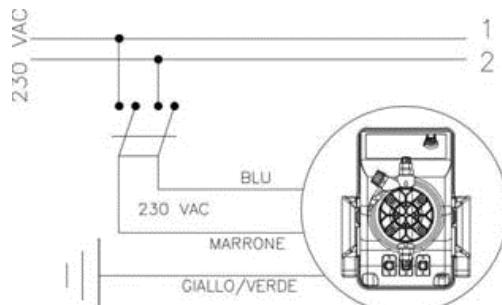

Fig. 4
1. Asegurarse que la misma esté desactivada eléctricamente (por ambas polaridades), desconectando los conductores de los puntos de contacto de la red a través de la apertura del interruptor omnipolar con una distancia mínima entre los contactos de 3 mm (Fig. 4).
b. - Respetar las normas en vigor en los diferentes países por lo que se refiere a la instalación eléctrica (Fig. 4).